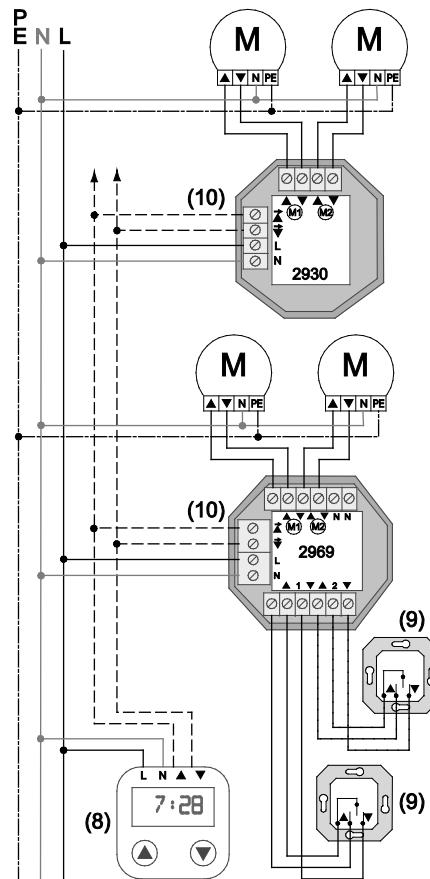
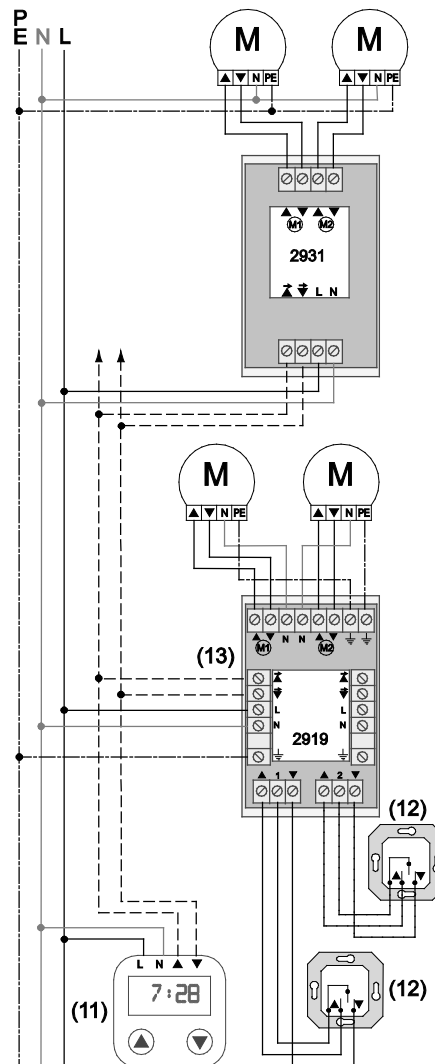

Bild 3
Bild 4
Alle angeschlossenen Antriebe werden gleichzeitig über den Zentralbefehl eines Signalgebers gefahren (Bild 3 (8), Bild 4 (11)). Verwendbare Signalgeber sind:
- Trennrelais gemäß Anschlussplan anschließen (Bild 3).
- Trennrelais gemäß Anschlussplan anschließen (Bild 4).
- Trennrelais gemäß Anschlussplan anschließen (Bild 3 (10) oder Bild 4 (13)).